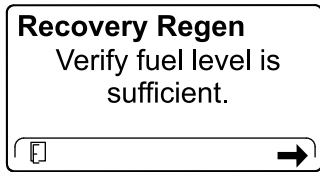

Рисунок 56
2. На экране VERIFY FUEL LEVEL (ПРОВЕРЬТЕ УРОВЕНЬ ТОПЛИВА) убедитесь, что топливный бак заправлен по крайней мере на 1/4 своего объема, если вы выполняете стационарную регенерацию, или на 1/2 своего объема, если вы выполняете восстановительную регенерацию, и нажмите правую кнопку для продолжения (Рисунок 56).